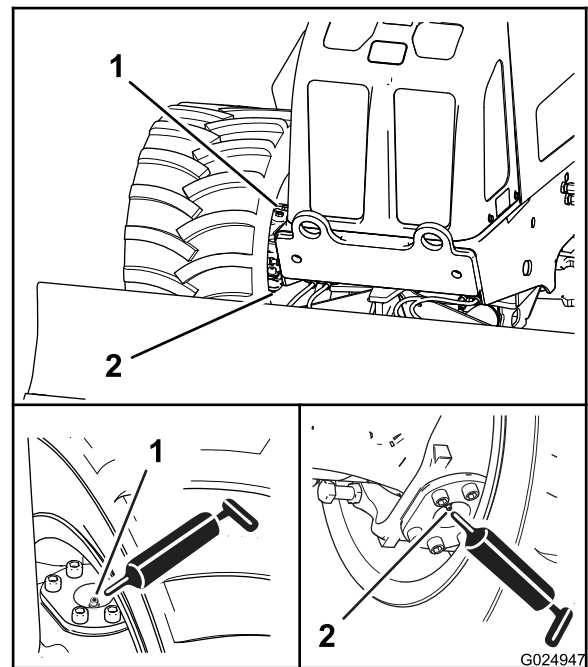
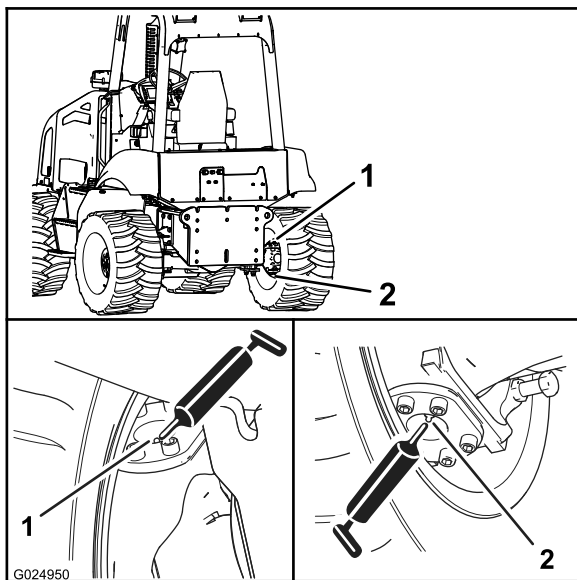

Bild 54
Bild 55
2. Setzen Sie eine Fettpresse auf jeden Schmiernippel für die oberen und unteren Drehzapfen und drücken Sie zwei bis drei Stöße des Fettes auf jeden Schmiernippel ein (Bild 54 und Bild 55).